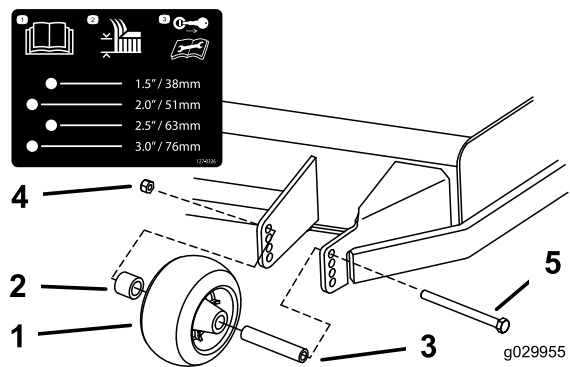
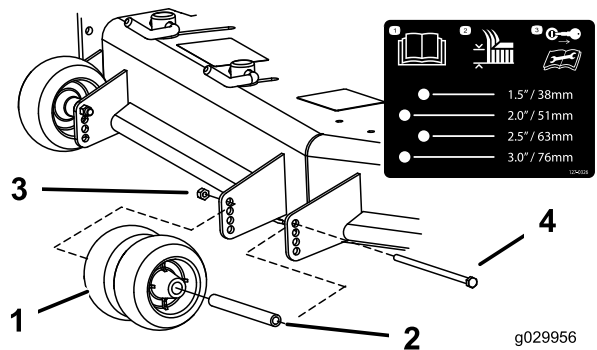
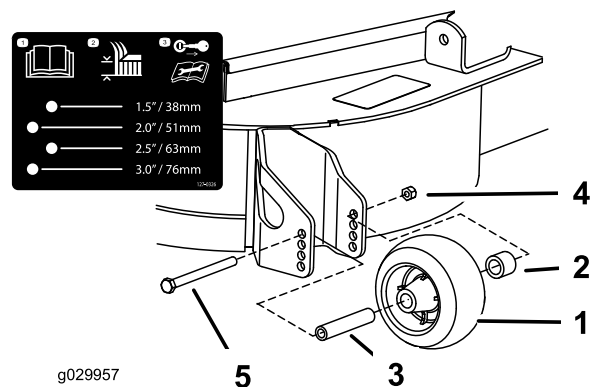

Figure 28
Figure 29
Figure 30
- Régalez les galets anti-scalp comme montré à la Figure 28, la Figure 29 et la Figure 30.